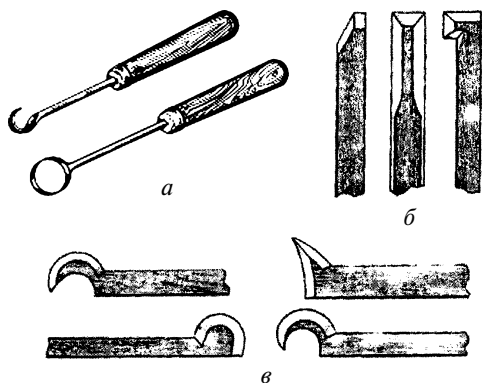

Рис. 26. Инструменты для внутреннего точения
***Инструменты, применяемые для фасонного и внутреннего точения.*** Внутренние поверхности сложной формы обрабатывают специальными крючками и кольцами (рис. 26, *а*), стамесками для расточки углублений (рис. 26, *б*), а также специальными выточками (рис. 26, *в*), форма режущих кромок которых соответствует профилю расточки. Учитывая, что резание древесины на дне глубокой выточки происходит довольно далеко от подручника, ручка стамески должна быть прочной и длиннее обычной.